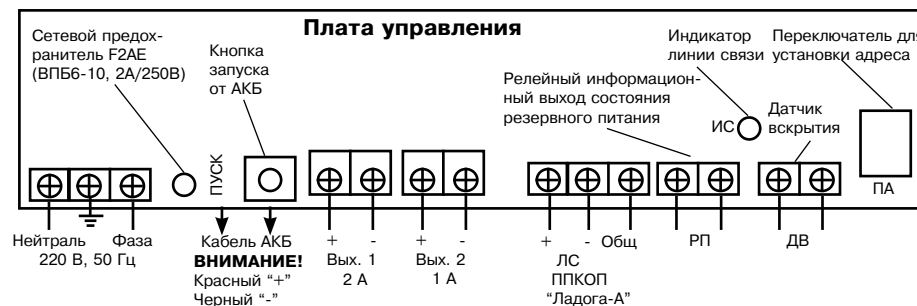

Рис. 9.3
Подключение БП-А производится в соответствии со схемой, приведенной на рис. 9.3.
- подключить к клеммной колодке “220 В” соединительные провода сети переменного тока 220 В (фаза, нейтраль см. рис. 9.3);
БП-А включается автоматически только при подаче сетевого питания. Подключение АКБ не приводит к автоматическому включению БП-А. При питании только от АКБ включение БП-А производится однократным нажатием на кнопку “ПУСК”, расположенной на плате управления (рис. 9.3). Данный режим работы БП-А можно использовать при пуско-наладочных работах без подключения к сети питания.
При открытой крышке БП-А доступен для наблюдения индикатор ЛС "ИС" (рис. 9.3), который при наличии связи с БЦ-А находится в состоянии прерывистого свечения, а при ее отсутствии - погашен.